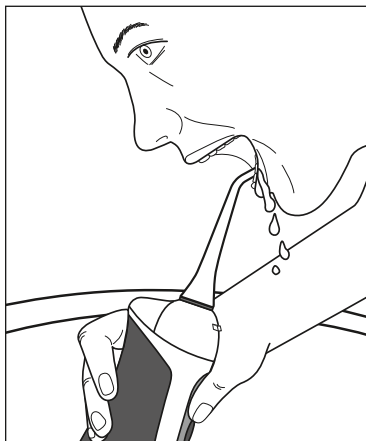

Fig. 1
- 4) Før opsatsen **2** ind i munden for at undgå at sprøjte vand rundt i lokalet. Bøj dig ind over håndvasken, og hold hånddelen **5** så lodret som muligt (se fig. 1). Dysen **1** på opsatsen **2** rettes mod tænder/tandmelletrum.